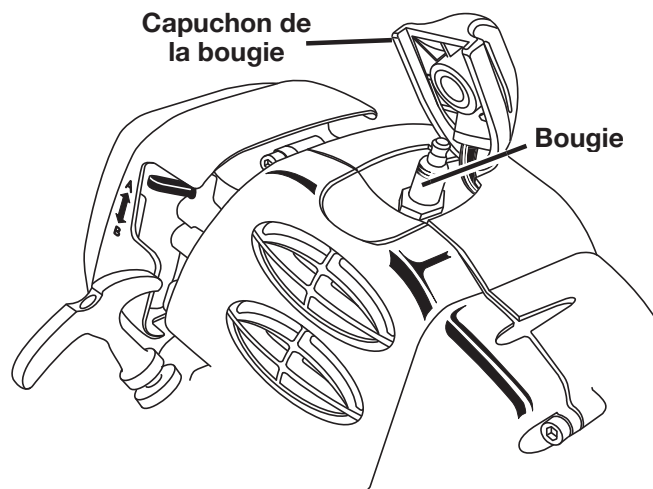

Figure 24
2. Retirer le capuchon de la bougie. *Voir la figure 24.*
18. Remettre le capuchon de la bougie en place. *Voir la figure 24.*
14. Remettre le capuchon de la bougie en place. *Voir la figure 24.*
Voir la figure 24.